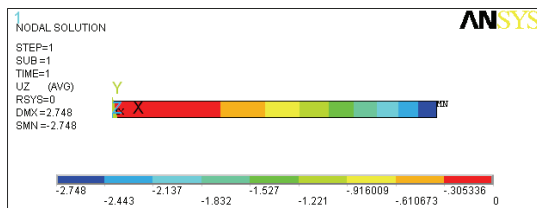

图 6-25 Z 方向位移等值线图
3) 选择 Main Menu | General Postproc | Plot Results | Contour Plot | Nodal Solu 命令, 出现 Contour Nodal Solution Data 对话框, 在 Item to be contoured 列表框中选择 Nodal Solution | DOF Solution | Z-Component of displacement, 单击 OK 按钮, ANSYS 窗口将显示如图 6-25 所示的 Z 方向位移等值线图。